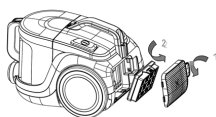

Abb. 4
1. Öffnen Sie das Gitter am Luftaustritt durch Drücken im hinteren Teil des Staubsaugers und nehmen Sie es heraus (Abb. 4).